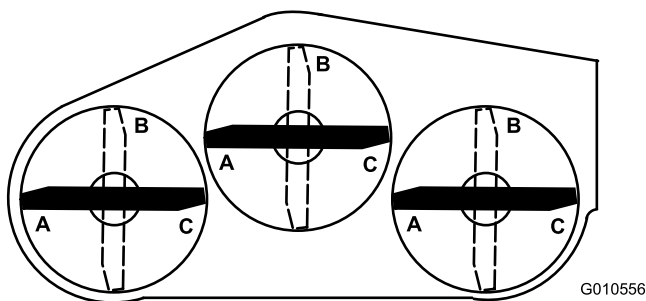
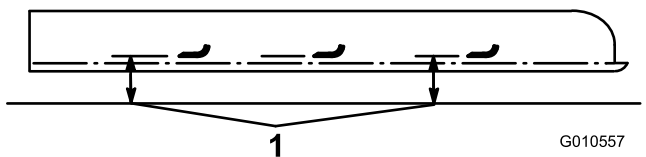

Figura 27
Figura 28
6. Coloque las 3 cuchillas en la posición "A" (Figura 27) y mida desde la superficie nivelada a la parte inferior de la punta de cada cuchilla (Figura 28) y anote la medida.
7. Gire las cuchillas a la posición "B" (Figura 27), mida la distancia entre todas las cuchillas y la superficie plana, y anote las dimensiones (Figura 28).
8. Gire las cuchillas a la posición "C", mida, y anote la distancia (Figura 27 y Figura 28).